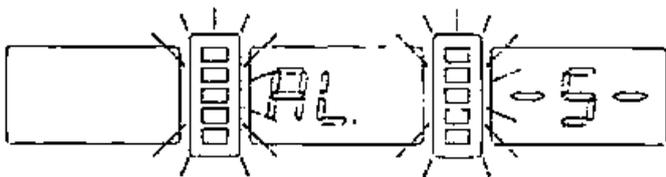

Рис. 6
- Держите датчик в положении около 2 секунд. Индикатор запоминания отобразится на дисплее, как показано на рис. 6